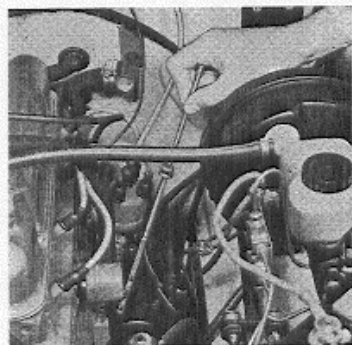

Abb. 57 Ölmeßstab
1. Kontrollieren, daß der Ölspiegel im Motor zwischen beiden Ölstandmarken (MAX und MIN) am Ölmeßstab liegt (Abb. 57).